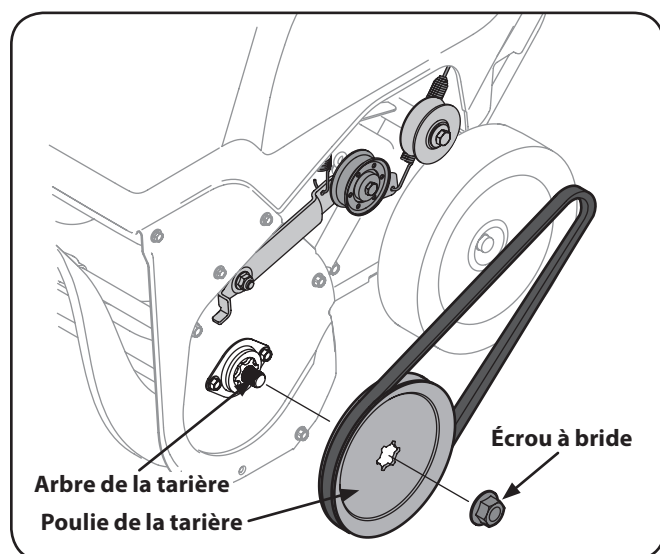

Figure 7-2
5. Retirez l'écrou à bride qui fixe la poulie de la tarière à l'arbre de la tarière. Voir Figure 7-2.